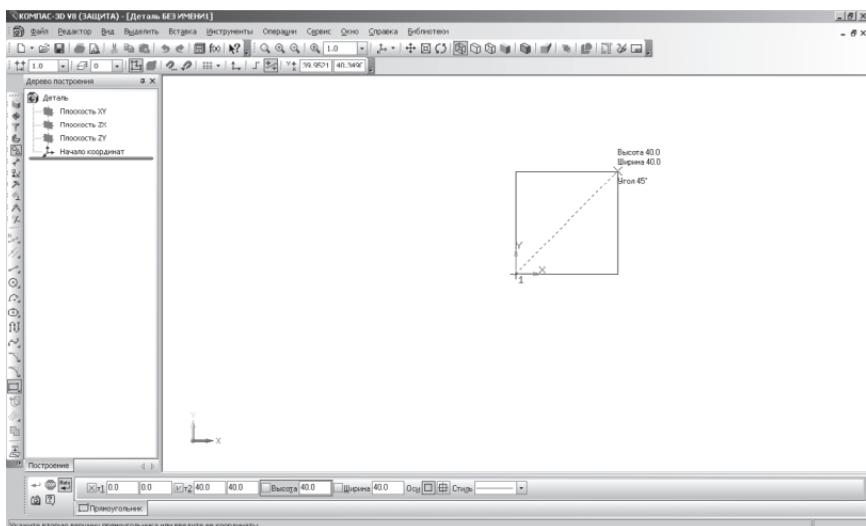

Рис. 122. Построение эскиза
- постройте – прямоугольник высотой 40 мм и шириной 40 мм (рис. 122);